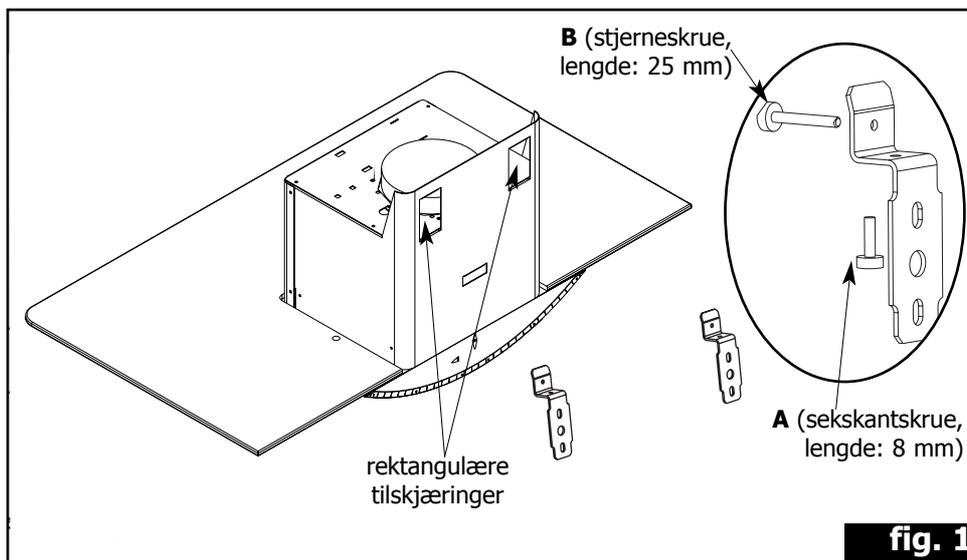

fig. 1
- Feste de to holderne på veggen ved hjelp av de 4 proppene og skruene som finnes vedlagt (Fig. 1).
- For å regulere høyden og stille viften helt i vater, kan du justere holdernes stilleskruer "A" (Fig. 1), og deretter blokkere viften mot veggen ved å skru til skruene "B" (Fig. 1).